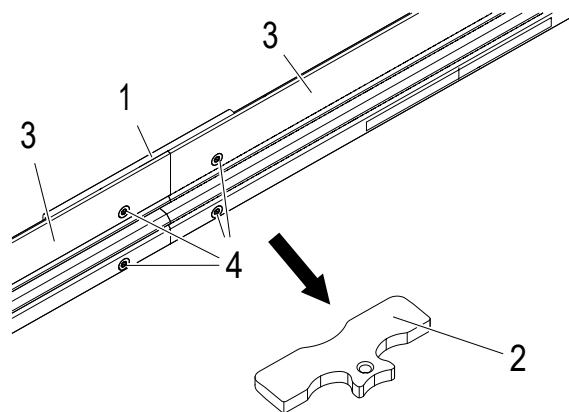

Abb. 80: Montagehilfe entnehmen
- Die Montagehilfe (2) aus der Verbinderstelle entnehmen (siehe Abb. 80) und alle ProfiDAT®compact Schienen auf die gleiche Weise verbinden bzw. montieren.